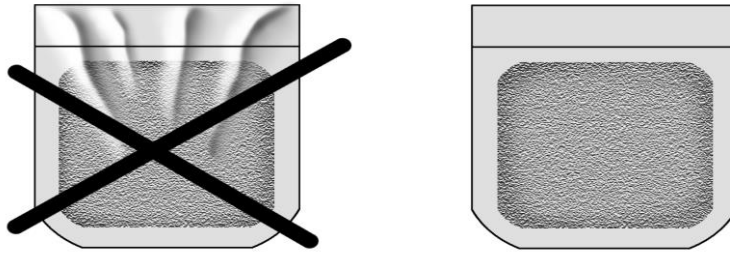

Рис. 3
- Необходимо избегать складок пакета на планке во избежание последующего развакуумирования (Рис. 3).